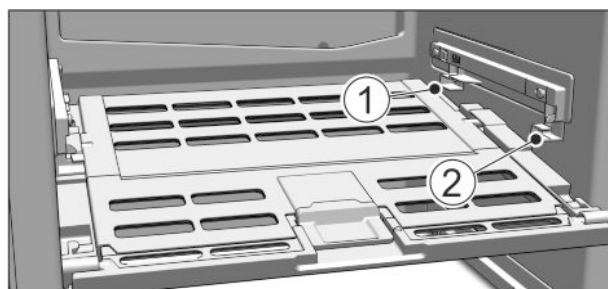

Fig. 62
- A zöldséges & gyümölcsös rekesz fedelének behelyezése: Alulról vezesse be a fedél bordáit a hátsó tartóba Fig. 62 (1), elől pedig pattintsa be őket a tartóba Fig. 62 (2).